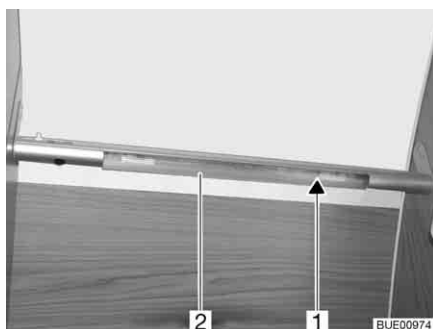

Bild 212 Toilettenraumleuchte
- Abdeckung (Bild 212,2) mit beiden Händen leicht zusammendrücken und nach unten ziehen. Mit dem Herausziehen immer ganz links oder ganz rechts beginnen.
- Halogenleuchte (Bild 212,1) entfernen.